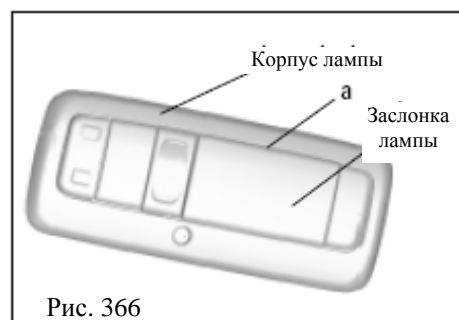

Рис. 366
1. С помощью отвертки немного приоткройте крышку в месте А(рис. 366)